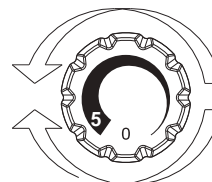

Fig. 2
- O ajuste de temperatura de ambos os compartimentos é realizado rodando o botão do termostato (Fig. 2). Seleccione a posição pretendida: